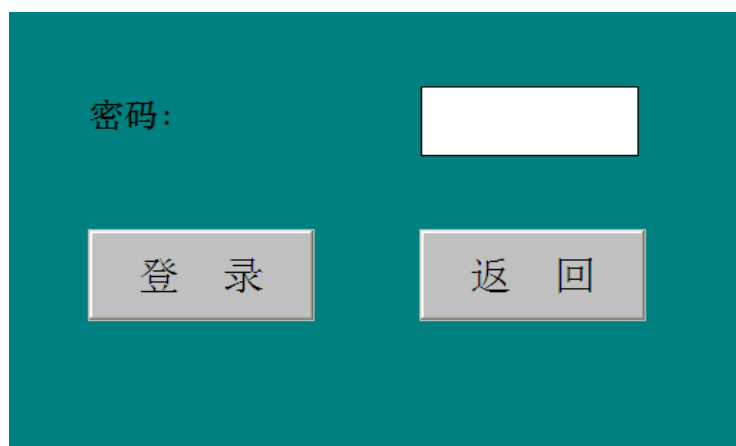

图 7-4 密码输入界面
(2) 系统参数设置：设置控制系统的组成，个功能模块的动作方式，以及系统硬件参数设置，一旦设备调试好，严禁随意改动系统参数。进入方式：在参数设置页面点击【系统参数】切换到密码输入界面（图 7-4）。由于系统调试涉及重要的参数调整，必须输入正确的授权密码才可进入高级调试界面。